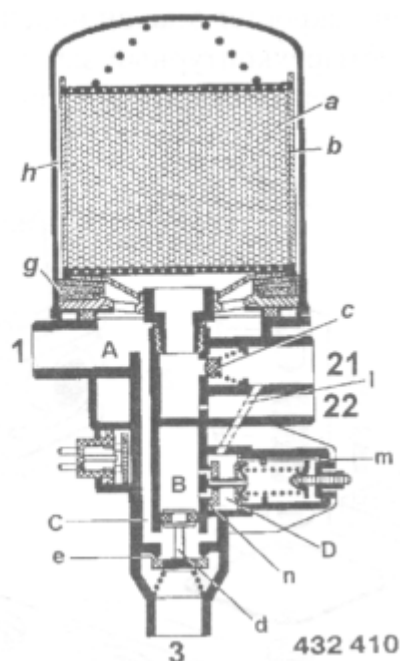

Рис. 7.84. Осушитель воздуха 432 410...О
**Для поддержания требуемого давления сжатого воздуха, поступающего от компрессора, а также охлаждения и выделения конденсата в тормозной системе автомобиля установлен адсорбентный осушитель воздуха 1 производства ММЗ (рис. 7.83) (Республика Беларусь), фирмы “Wabco Westingaus” (рис. 7.84) (Германия) или фирмы «Knorr-Bremse» (Германия), выполненный совместно с регулятором давления 4 и предназначенный для охлаждения, выделения конденсата и поддержания требуемого давления сжатого воздуха поступающего от компрессора.**
В фазе наполнения системы нагнетаемый компрессором сжатый воздух попадает через вход 1 в камеру А (рис. 7.84). Здесь конденсат, образовавшийся в результате понижения температуры, по каналу С попадает в выпускное отверстие (е).